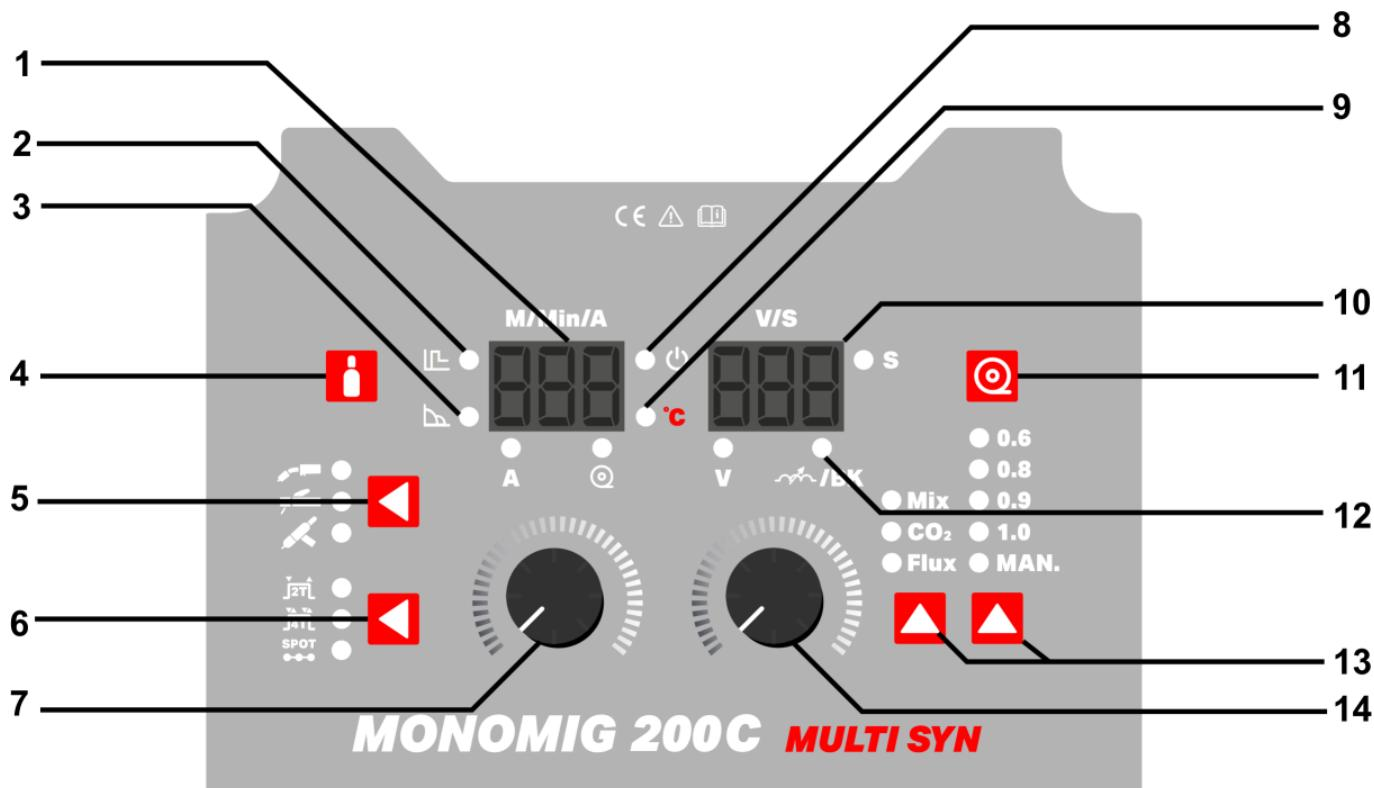
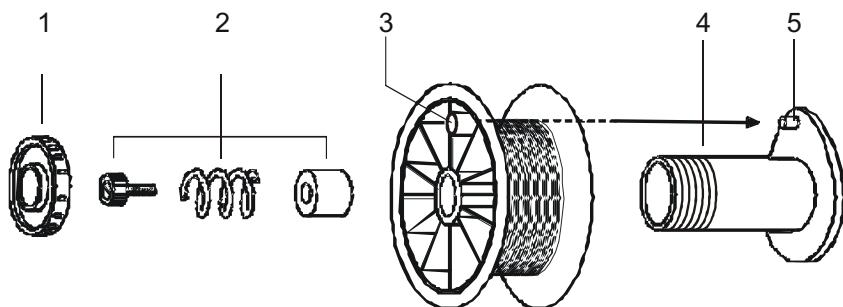

Fig. 1
Fig.2
- Destornillar la tuerca de sujeción (1- Fig.2) para colocarse la bobina de hilo (3- Fig.2) sobre el portabobinas (4-fig.1). Confirmar que el sistema de freno (2- Fig.2) queda operativo, con el perno del portabobinas (5- Fig.2) correctamente introducido en el agujero de la bobina (3- Fig.2). Después de colocada la bobina, apretar la tuerca de sujeción.
- De seguida, debe ajustarse el sistema de frenado de bobina apretando, si necesario, el tornillo de ajuste (2- Fig.2) hasta que la bobina para sin deslizamientos en simultáneo con el motorreductor.